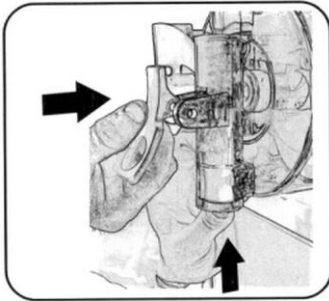

Рис. 41
5. Тримати штифт зливного крана вгору до тих пір, поки не буде видно квадратний отвір, в який слід вставити ручку (рис. 41).